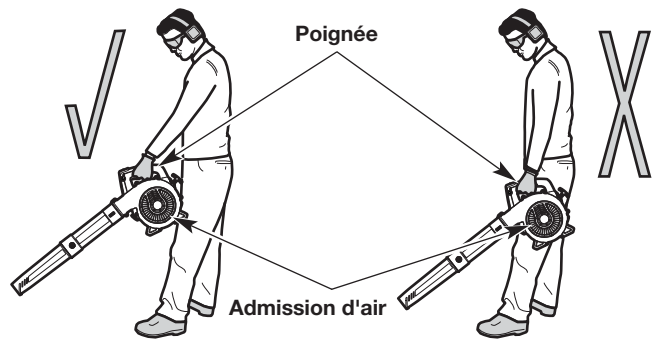

Fig. 6
- Placez-vous en position d'utilisation (Fig. 6). Tenez-vous bien droit. Ne vous penchez pas.
- Maintenez l'appareil devant votre corps et éloigné de celui-ci (Fig. 6).
WARNING: Pour prévenir les blessures graves ou les dommages à l'appareil, **NE** maintenez **PAS** l'appareil à vos côtés (Fig. 6). Le moteur peut être très chaud. **NE PAS** bloquer l'entrée d'air.